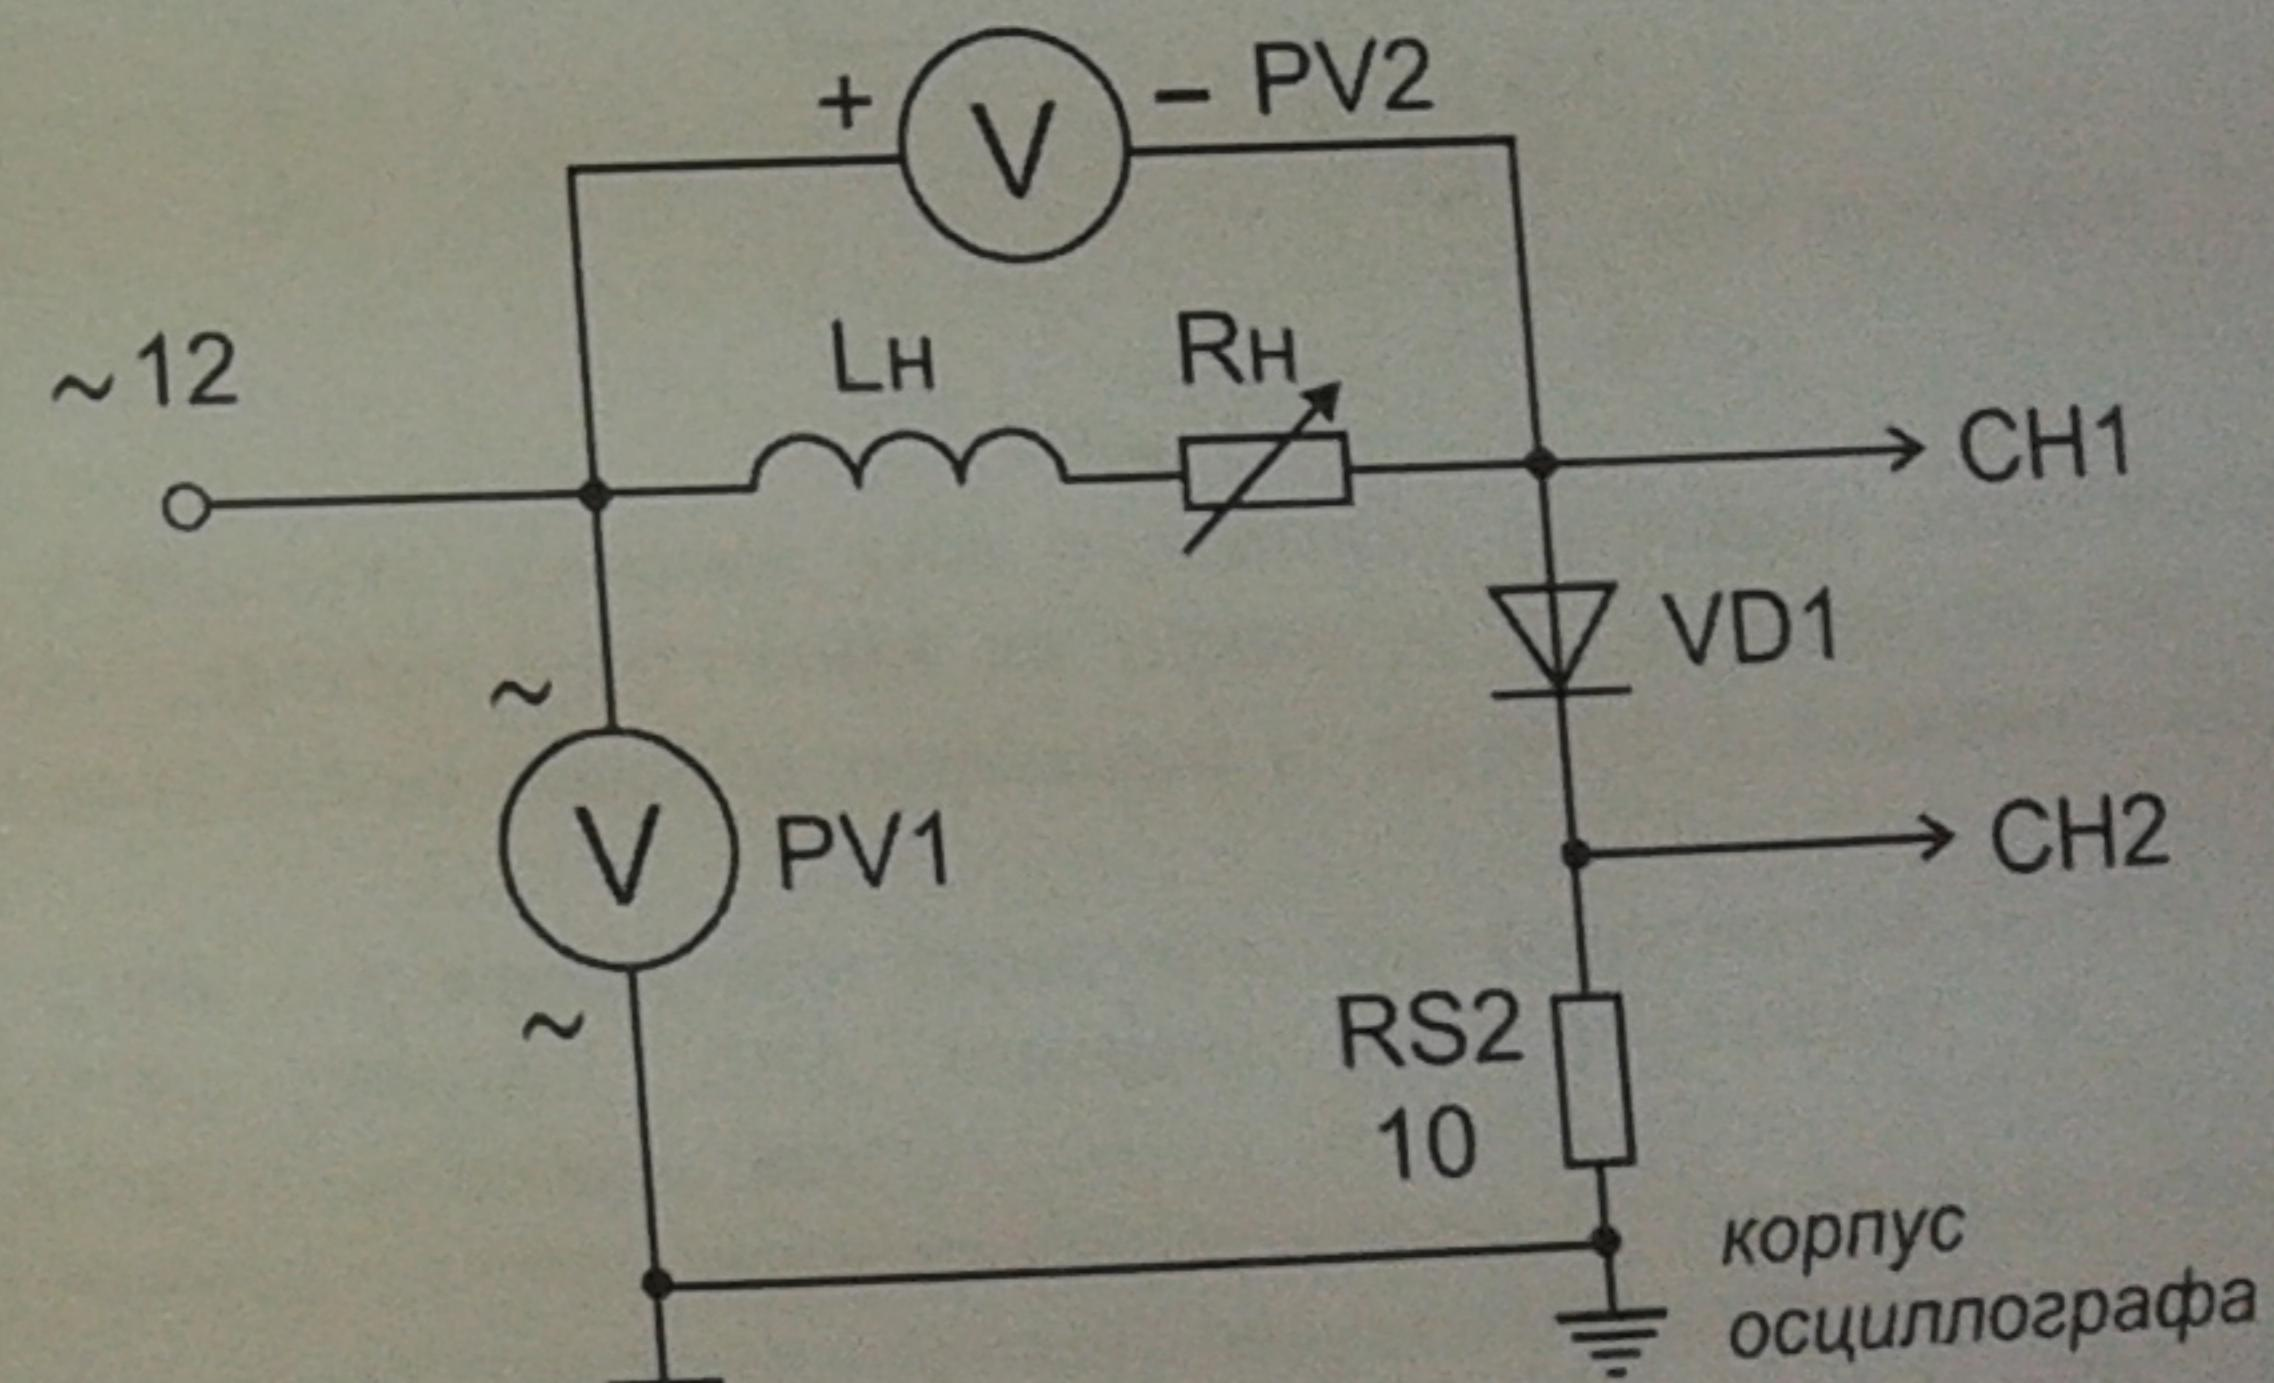

Рис. 3
- включить дроссель последовательно с нагрузкой (рис. 3); снять осцилограммы напряжения на диоде  $u_a$  и анодного тока  $i_a$ , снять осцилограмму напряжения на нагрузке  $u_d$ , переключив входы осциллографа;